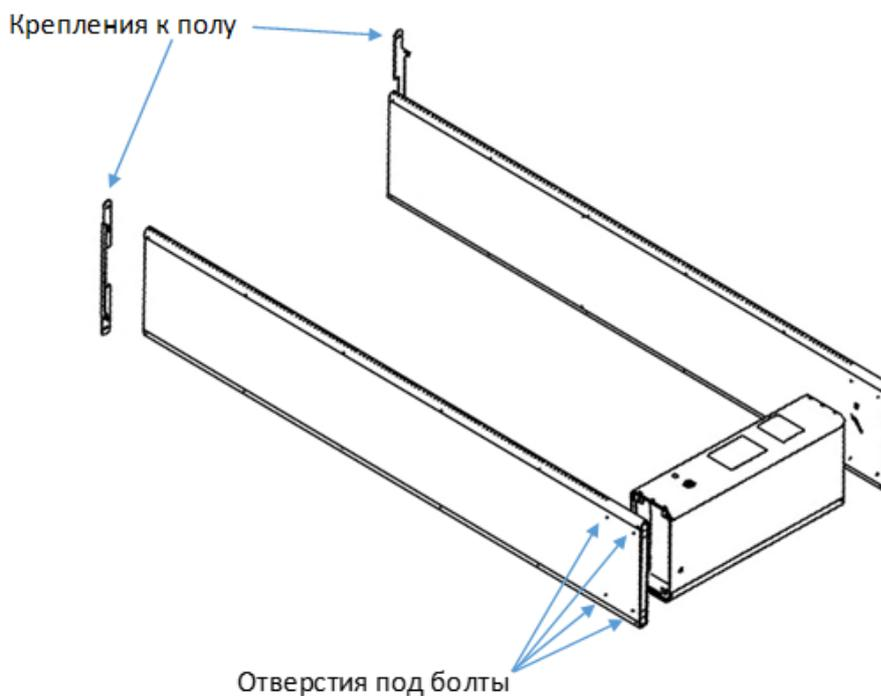

Рисунок 6
- 12 Установить боковые панели в соответствии с маркировкой таким образом, чтобы крепёжные отверстия на центральном блоке и панелях совпали (рис. 6).
- 13 Установить крепёжные болты в отверстия на боковых панелях (рис. 6).
- 17 Установить крепления к полу на основания боковых панелей (рис. 6, 7) (опция).